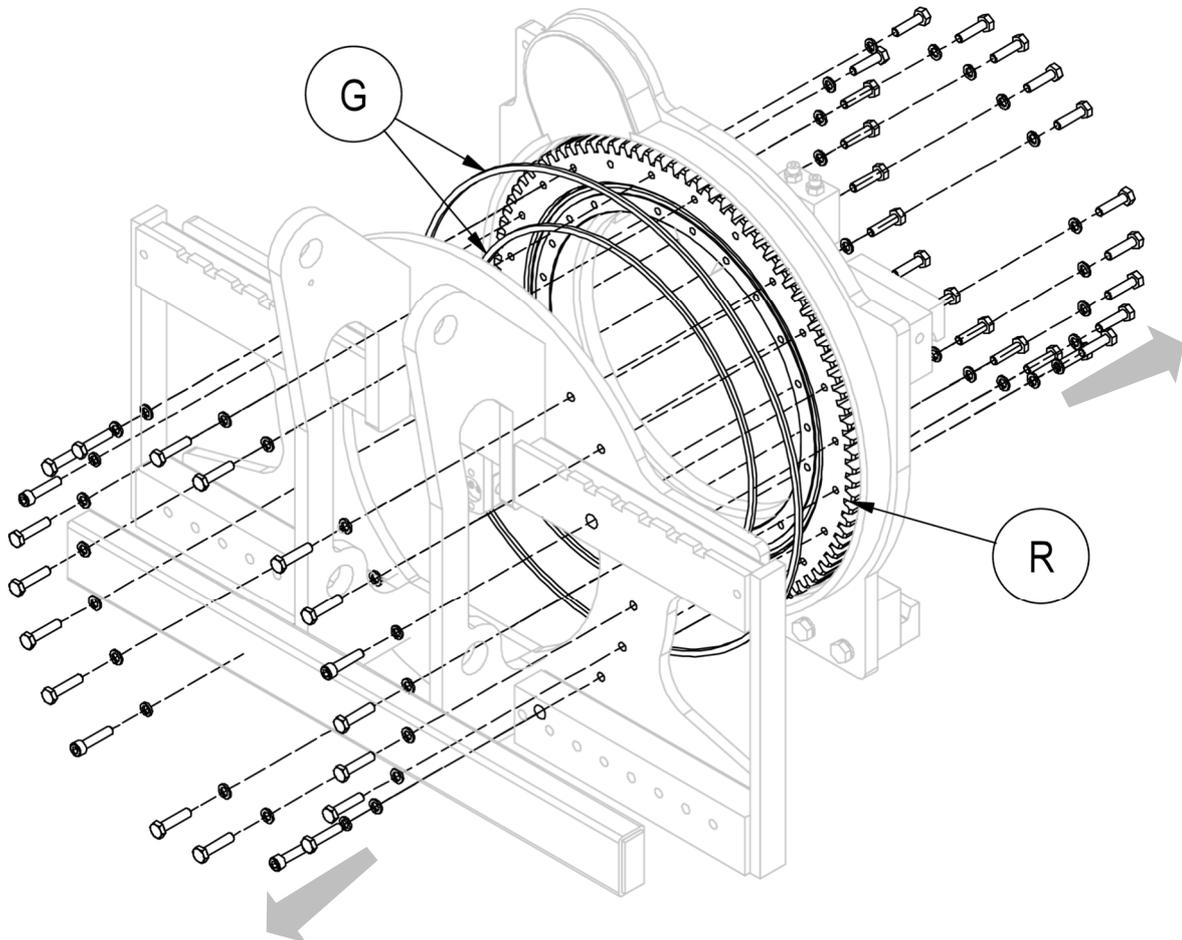

Abbildung 25
5. Entfernen Sie den vorderen Teil des Drehkörpers und achten Sie dabei darauf, alle Teile richtig zu halten, um den Vorgang sicher durchführen zu können (siehe *Abbildung 25*).
6. Um die Anlaufscheibe **R** entfernen zu können, müssen auch die Schrauben an der Geräterückseite entfernt werden (siehe *Abbildung 25*).